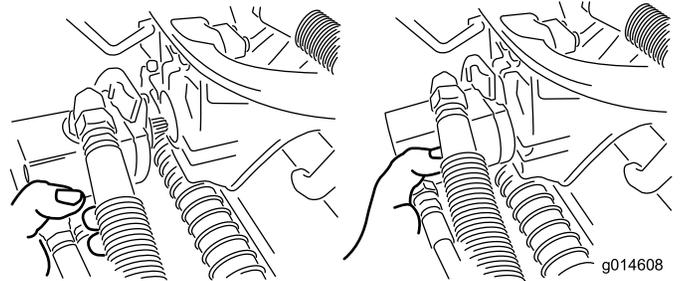

Bild 37
- Legen Sie den Motor am Aufbewahrungsort vorne am Aufhängearm ab (Bild 37).